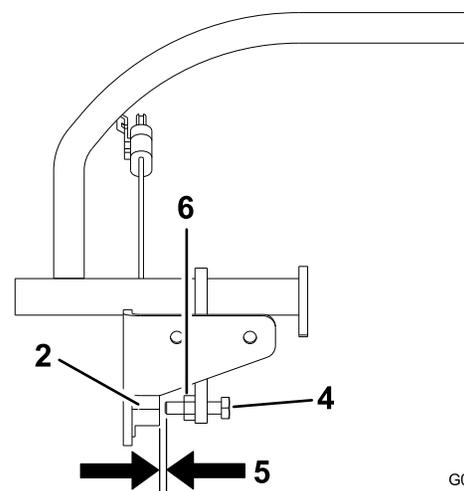

図 58
1. コントロールレバーについているボルトが近接スイッチのターゲットに正対しているかどうか確認する (図 58)。
2. 必要であれば、ボルトをゆるめて近接スイッチの位置を調整し、ターゲットとボルト (コントロールレバー) を正対させる (図 58)。
3. ボルトと近接スイッチとの距離を確認する。この距離が  $.27 - 2.29 \text{ mm}$  でなければならない (図 58)。
4. 調整が必要な場合は、ジャムナットをゆるめてボルトの距離を調整する。調整ができたならジャムナットを締めて調整を固定する (図 58)。